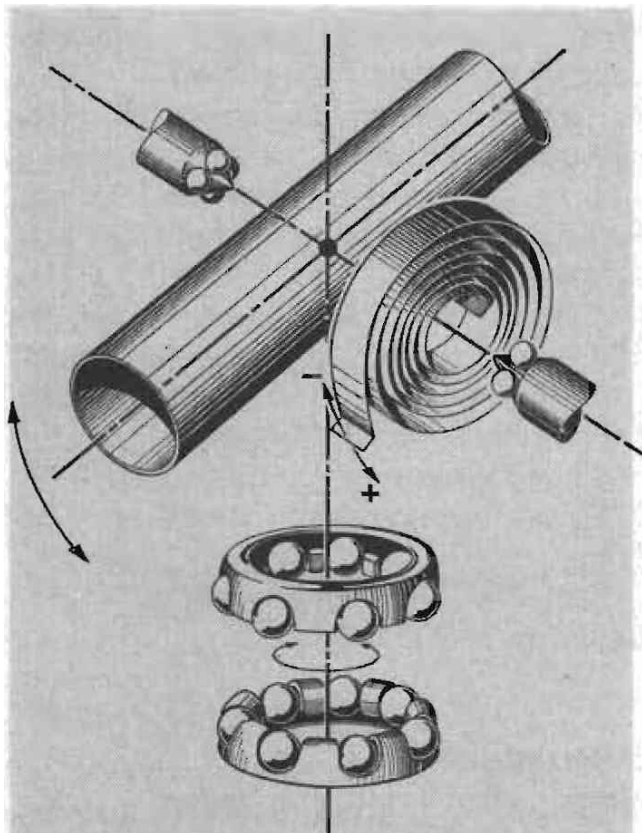

Fig 1. Tonarmen* mycket goda lagring framgår av denna teckning.
- Tonarmen är i vertikal led lagrad med spetskullager, se *fig 1*, och i horisontal led med vanliga kullager. Lagringen är verkligt välgjord utan glapp, och den resulterande friktionen är mycket låg. Man anger den vid nålspetsen erforderliga kraften för att röra tonarmen horisontellt och/eller vertikalt till mindre än 0,04 p och urkopplingskraften för att starta automatiken anges till mindre än 0,01 p. - Dessa värden har inte kontrollerats, men ingenting tyder på att de skulle vara felaktiga.